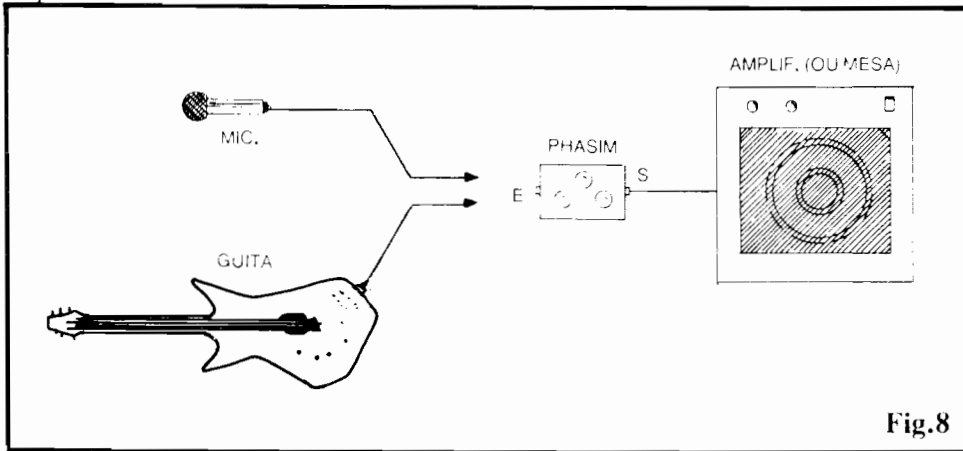

Fig.8
- **FIG. 8 - USANDO O PHASIM...** - Como todo e qualquer outro "efeito" ou "pedal modificador" específico para instrumentos musicais, o PHASIM fica, simplesmente, intercalado no percurso de sinal, entre o dito instrumento e o amplificador de Potência (ou a mesa de controle de som, nos arranjos de palco mais modernos, ou ainda em estúdios...). Ajusta-se os "botões" de controle do próprio instrumento, e do amplificador, primeiro... Em seguida,